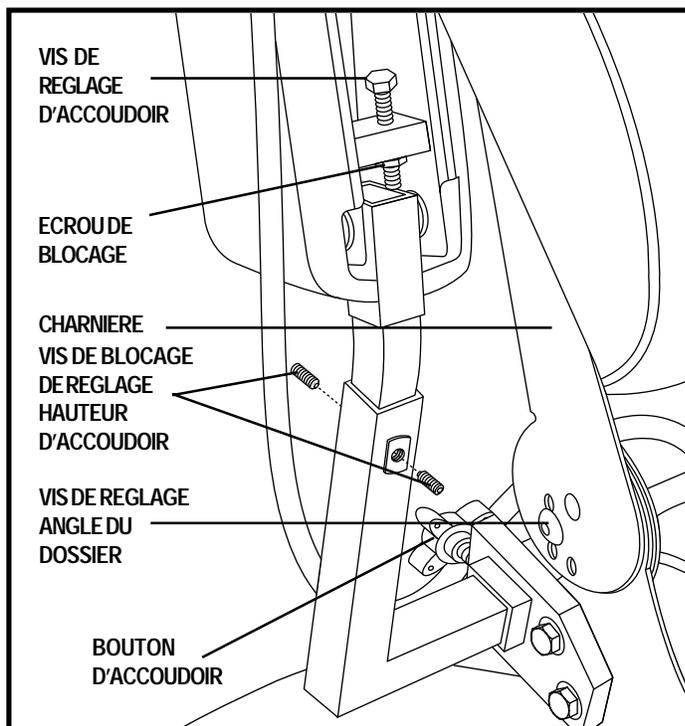

Figure 17. Réglages accoudoirs et dossier
1. Retirez la vis de réglage de l'inclinaison du dossier de chaque charnière. Voir la figure 17.
1. Repérez les deux boutons de réglages sur le support des accoudoirs. Voir la figure 17.
4. Tournez dans le sens des aiguilles d'une montre pour relever le devant de l'accoudoir et dans le sens contraire pour l'abaisser. Voir la figure 17.